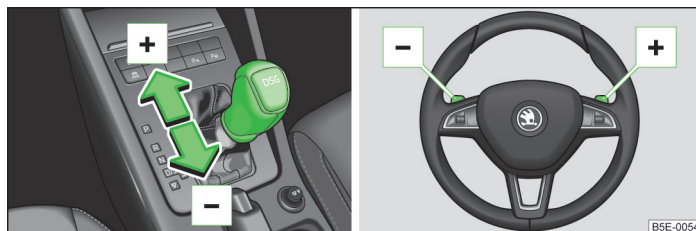

Fig. 124 Maneta selectorului de viteze și volanul multifuncțional
- » Împingeți ușor maneta selectorului de viteze spre în față **+** » fig. 124.
- » Trageți scurt comutatorul basculant din dreapta **+** » fig. 124 spre volan.
- » Împingeți ușor maneta selectorului de viteze spre înapoi **-** » fig. 124.
- » Trageți scurt comutatorul basculant din stânga **-** » fig. 124 spre volan.
» Trageți scurt comutatorul basculant **0/+** spre volan » fig. 124.